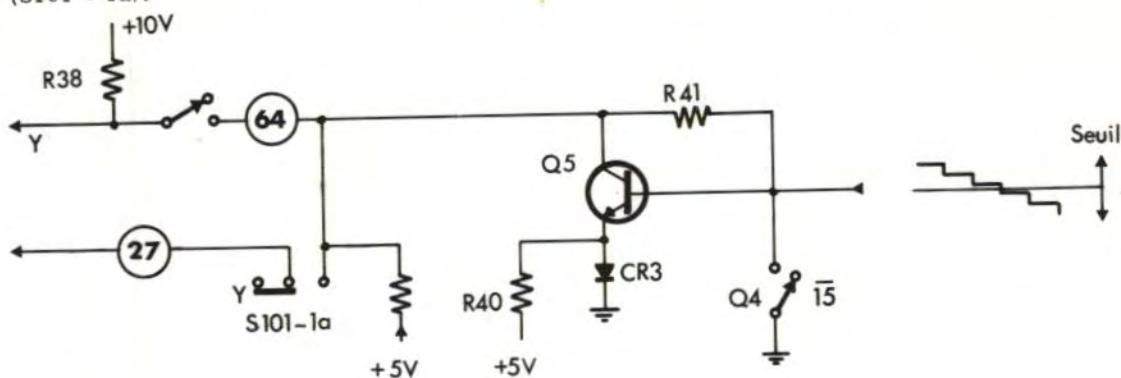

Fig 3-17
Le signal de luminance "Y" disponible aux bornes de R18 est retardé de 700 ns par DL1, afin de retrouver en sortie vidéo un signal luminance en phase avec le signal chroma. A la sortie de DL1, "Y" est amplifié par Q2 et Q3. Le niveau est réglable par R30. A l'aide de C3 qui bloque la composante continue on effectue par R36 et R34 le réglage de seuil du signal "Y" avant d'attaquer Q5, le transistor de sortie. D'autre part, ce transistor est commandé par Q4, qui fonctionne en interrupteur au rythme du signal de porte 15. Lorsque 15 est au niveau haut, Q4 conduit. Le niveau présent sur son collecteur à cet instant, a pour effet de bloquer Q5. Le signal de luminance est bloqué. Lorsque 15 est au niveau bas, Q4 est bloqué, Q5 conduit, assurant la transmission du signal "Y" vers l'étage final de sortie, (planche 8). Ce signal est disponible au plot (64), fig. 3.17.